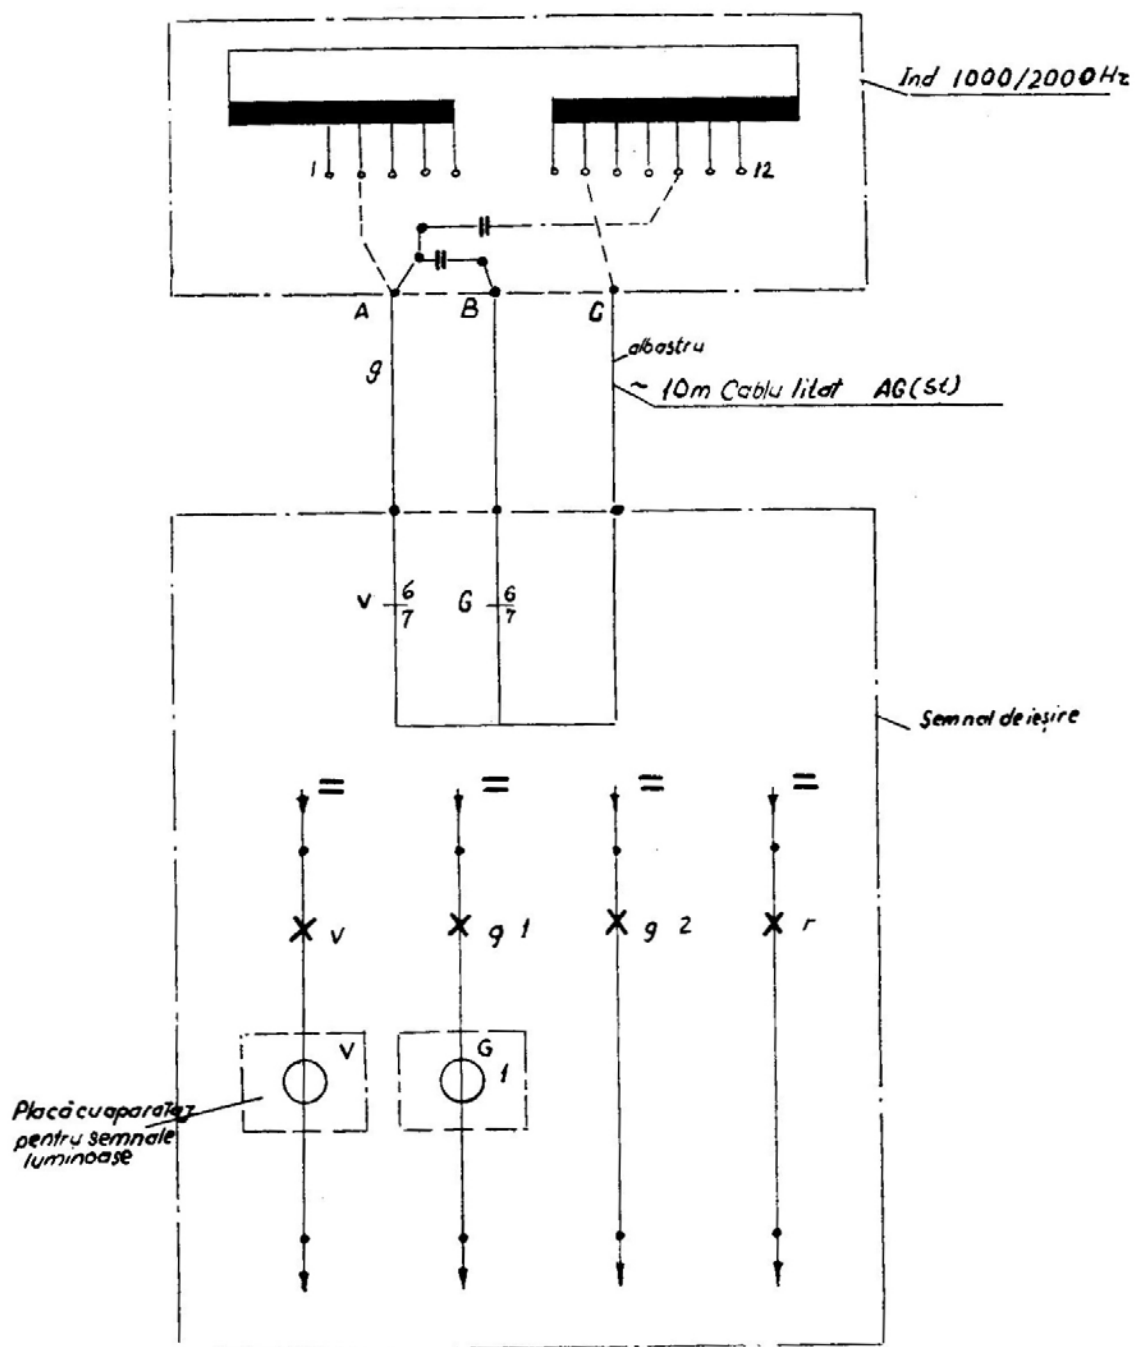

Fig. 70 Schema electrică și conectarea la semnalul de ieșire alimentat în curent continuu de la linia abătută, pe secții cu B.L.A.
p) *Semnalul de „ieşire” alimentat în curent continuu de la linia abătută, pe secţii cu B.L.A., echipat cu inductor de cale de 1 000/2 000 Hz (fig. 70).*